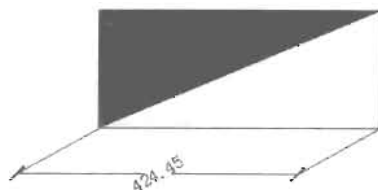

图 10-115
(3) 把标注文字旋转 30°。在“标注”工具栏中单击“编辑标注”按钮,然后根据命令提示进行操作,文字旋转效果如图 10-115 所示,命令执行过程如下。